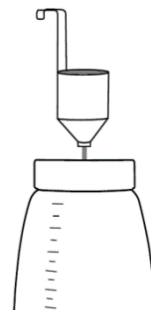
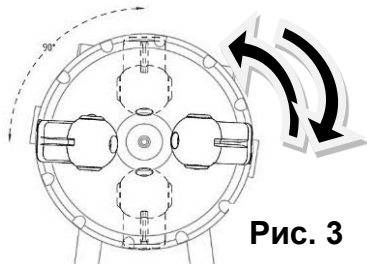

Рис. 1
Рис. 3
В чистой емкости разбавьте материал соответствующим ему растворителем. Тщательно перемешайте. Установите резервуар для краски (3) на ровной поверхности. Поставьте над ним вискозиметр (См. Рис. 1). Наполните воронку разбавленной краской, затем засекайте время, которое потребуется для того, чтобы вся краска вытекла через отверстие в нижней части воронки. Это время измеряется в DIN/сек (DIN-секунды). Чем больше времени потребуется для этого, тем гуще краска.
- Слегка открутите накидную гайку, поверните крышку распылителя в необходимое положение. (Рис. 3)
Слишком много материала на обработанной площади	Уменьшить количество распыляемого материала. Повернуть регулятор объёма материала (Рис.1 – 6, Рис.2 – 8, Рис.3 - 9) против часовой стрелки.
Слишком мало материала на обработанной площади	Увеличить количество распыляемого материала. Повернуть регулятор объёма материала (Рис.1 – 6, Рис.2 – 8, Рис.3 - 9) по часовой стрелке.